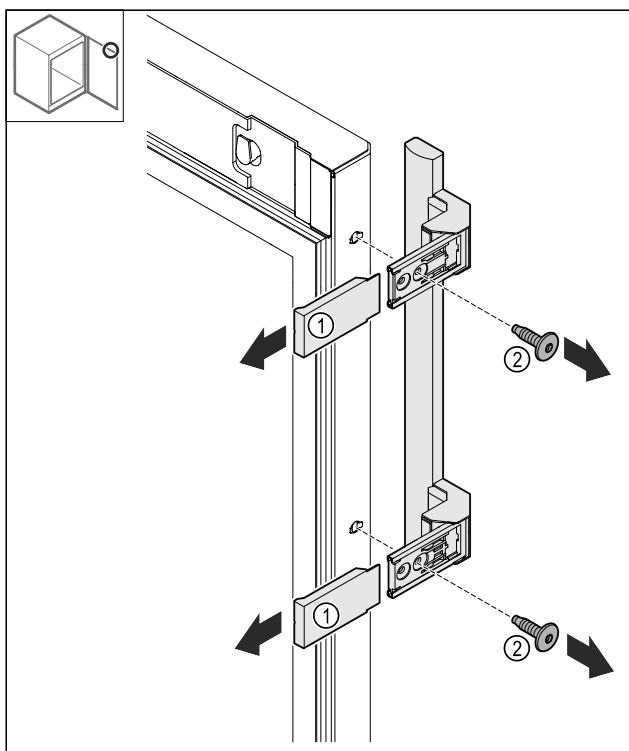

Fig. 18
- Dra av skydden Fig. 18 (1).
- Lossa skruvarna Fig. 18 (2).